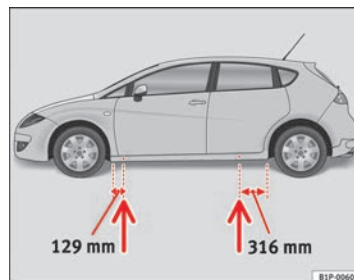

Fig. 158 Pontos de recepção do macaco
- Procure na longarina inferior o ponto de apoio mais próximo do pneu furado ⇒ **página 256, fig. 158.**
Na longarina inferior estão assinalados os pontos em que o macaco pode ser aplicado ⇒ **página 256, fig. 158.** Só existe um local previsto para cada pneu. O macaco não deve ser aplicado noutros pontos.